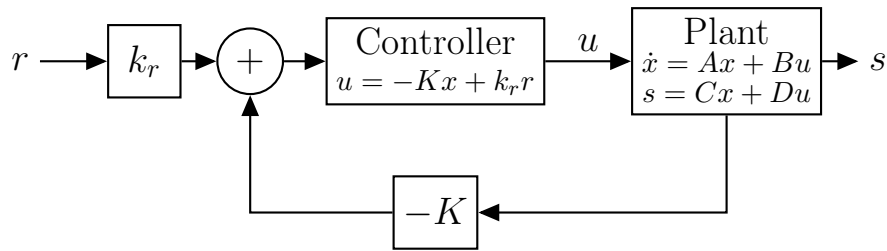

FIGURE 3 – Système de contrôle pour le contrôle de la trajectoire du véhicule
Notre problème de contrôle peut donc être représenté comme à la Figure 3.
1. Selon le bloc diagramme de la Figure 3, indiquez explicitement quelle(s) est(sont) l'(les) entrée(s), la(les) sortie(s) et la(les) variable(s) d'état du système total formé par la mise en série du contrôleur et du *plant*. Donnez une interprétation physique à tous ces signaux. Donnez également les domaines de définition et les domaines images de tous ces éléments.
2. Selon le bloc diagramme de la Figure 3, donnez les nouvelles matrices $\tilde{A}, \tilde{B}, \tilde{C}, \tilde{D}$ du système formé par la mise en série du contrôleur et du *plant*. Mettez en évidence la relation entre les matrices A, B, C, D et $\tilde{A}, \tilde{B}, \tilde{C}, \tilde{D}$.